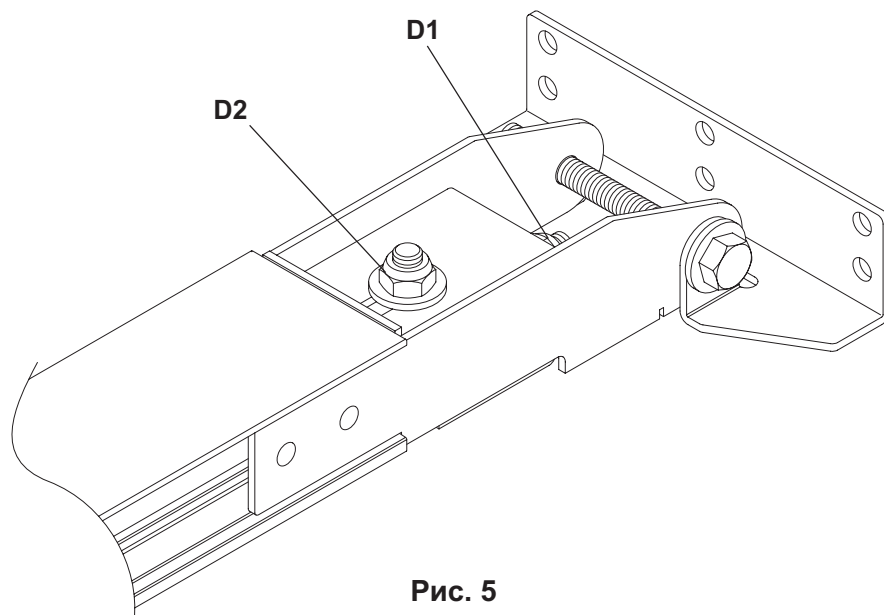

Рис. 5
с) Натянуть легко цепь, закручивая гайку D1 (Рис. 5).
d) Затянуть гайку D2 (Рис. 5).